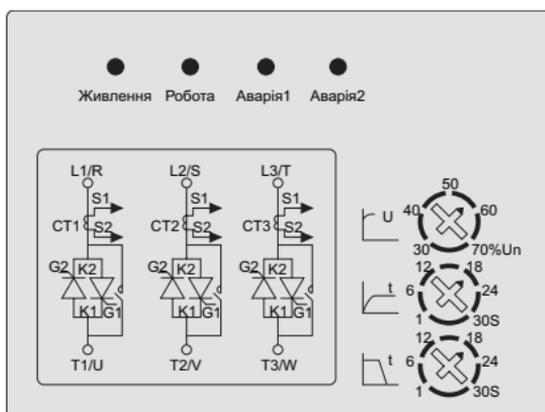

Рис. 7. Зовнішній вигляд панелі керування
7.1 Панель керування використовується для налаштування пристрою та індикації стану. За допомогою панелі керування можна налаштувати час прискорення, час уповільнення і початкову напругу. Інші параметри налаштовуються за допомогою протоколу Modbus. Зовнішній вигляд панелі керування показано на Рис. 7.